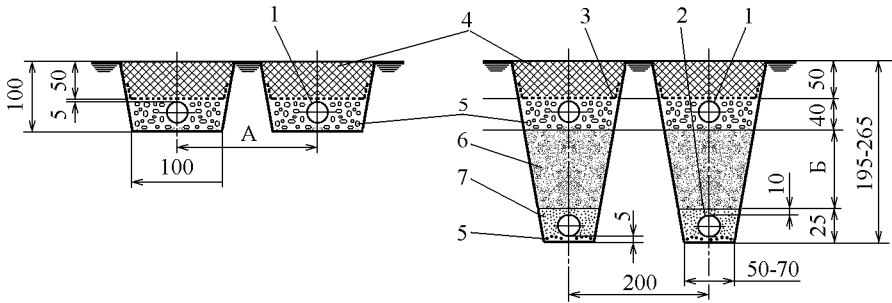

Рис. 4. Фильтрующая траншея (справа) и поле подземной фильтрации (слева) в разрезе. Размеры в см
**Поле подземной фильтрации** или **фильтрующую траншею** (рис. 4) размещают по уклону рельефа местности. Длину одной линии оросительной и дренажной сети рекомендуется принимать не более 18 м; уклон в направлении движения воды 0,01. Конфигурация в плане (лучевая, линейная, параллельная) зависит от общей планировки и рельефа участка, его размеров, существующего и планируемого благоустройства и озеленения. При числе линий оросительной сети более одной устраивают распределительный колодец, который обеспечивает равномерную раздачу сточных вод по линиям.
**Параллельные траншеи** делают отдельными (обычно ППФ в супесчаном грунте) или совмещают две или три линии оросительных труб в одной широкой траншее, соблюдая указанное на рис. 4 межосевое расстояние. Одну или две дренажные трубы в широкой траншее укладывают в промежутке под оросительными трубами.